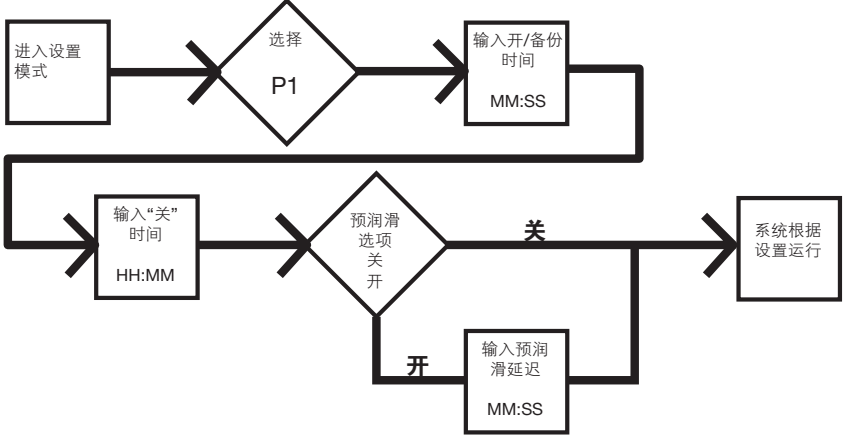

**图 33**
2. 只有运行泵，直到元件管件分配的润滑剂中不再含有空气（图 33）。